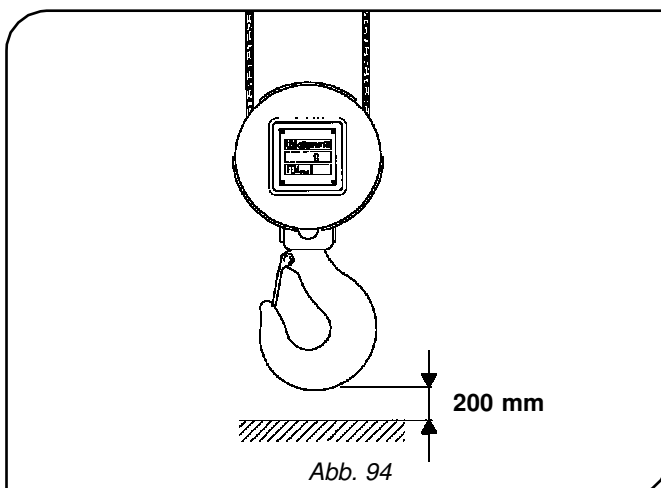

Abb. 94
- **Bei der Einstellung des Endschalters für Absenkbewegungen MUSS sichergestellt werden, dass der untere Rand des Hakens maximal auf 200 mm über dem Boden abgesenkt wird (Abb. 94).**